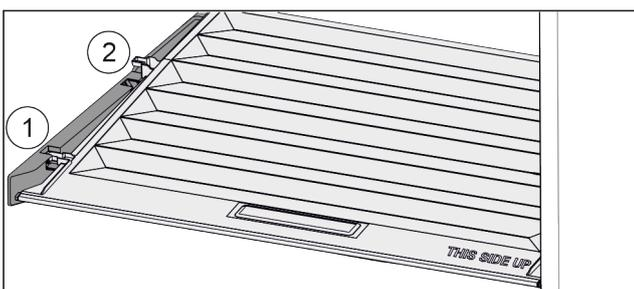

Fig. 40
- ▶ Tirer le couvercle vers l'avant jusqu'à dans l'orifice des pièces de retenue Fig. 40 (1).
- ▶ Le soulever par le bas à l'arrière et le sortir par le haut Fig. 40 (2).